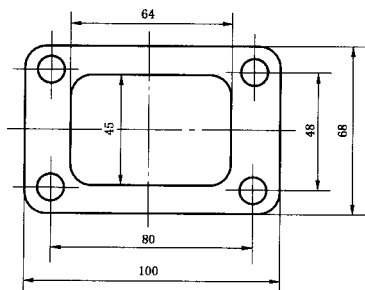
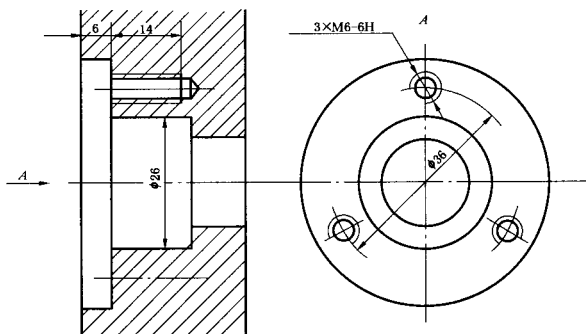

图1 尺寸界线的画法
图 24 尺寸数字不被任何图线通过的注法
4.1.1 尺寸界线用细实线绘制，并应由图形的轮廓线、轴线或对称中心线处引出。也可利用轮廓线、轴线或对称中心线作尺寸界线(图1、图24)。
4.3.4 尺寸数字不可被任何图线所通过,否则应将该图线断开(图 24)。